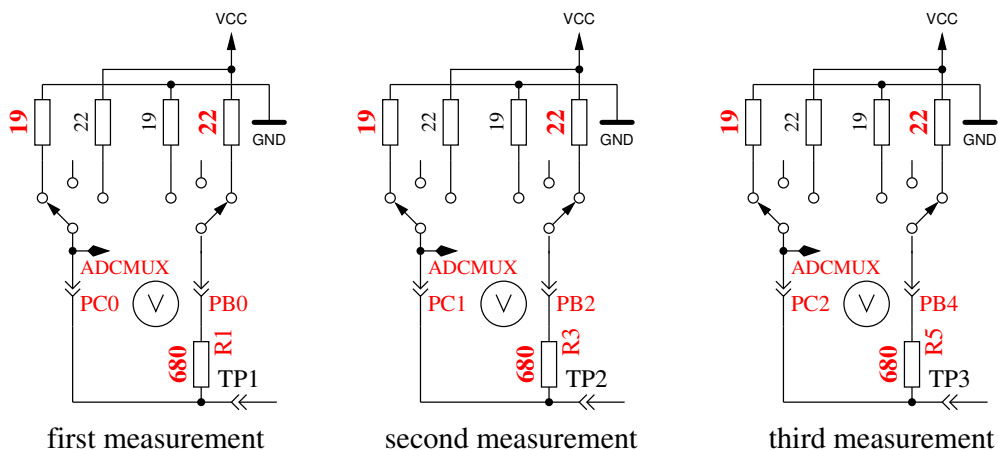

Abbildung 5.45: Messung des Innenwiderstandes von auf GND geschalteten Port-C-Ausgängen.
5. Dieser Schritt testet die **Fähigkeit von mit GND (-) verbundenen 470kΩ-Widerständen (H) die Testpins auf GND zu ziehen**. Zeile 1 zeigt den Text „RH-“. Zeile 2 sollte für alle drei Pinne Null mV anzeigen.
6. Dieser Schritt testet die **Fähigkeit von mit VCC (+) verbundenen 470kΩ-Widerständen (H) die Testpins auf VCC zu ziehen**. Zeile 1 zeigt den Text „RH+“. Der bestmögliche mV Wert für die drei Messungen wäre 0 in Zeile 2, da die Diffenz zu VCC dargestellt wird. Große Abweichungen vom Idealwert für Schritt 5 und 6 sind Fehler wie Isolations-Problem, Flussmittelreste oder beschädigter Port.
7. **Messung des Innenwiderstandes eines auf GND geschalteten Ausgangs.** Dieser und die folgenden Schritte werden nur bei gewählter AUTO_CAL Option durchgeführt. Die internen Port C Widerstände von auf GND (-) geschalteten Ausgängen werden mit dem Strom der nach VCC (+) geschalteten 680Ω Widerstände gemessen, siehe Abbildung 5.45. Es werden nur die drei Pins des ADC-Ports vermessen, die Widerstands-Ports PB0, PB2 und PB4 können nicht ohne Veränderung der Hardware gemessen werden. Es wird angenommen, dass die Portwiderstände von unterschiedlichen Ports nahezu identisch sind. Der Widerstandswert wird im nächsten Schritt mit ausgegeben.